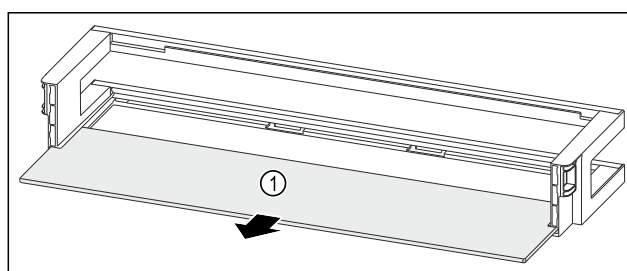

Fig. 96 Balconnet de contre-porte avec tablette de rangement
- Retirer la tablette de rangement Fig. 96 (1).